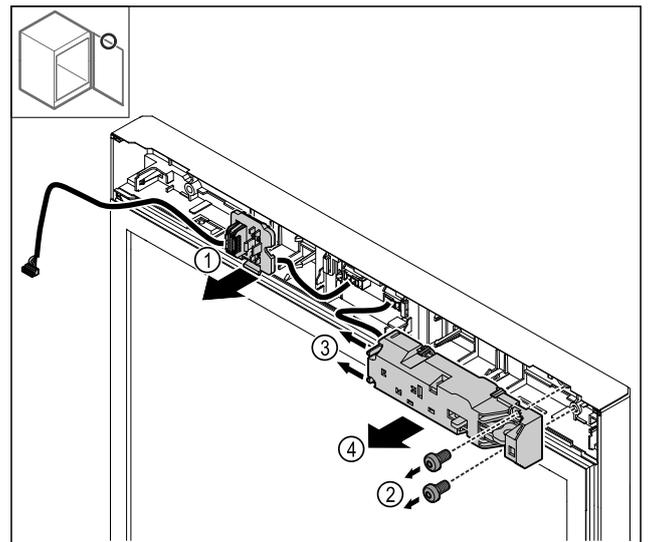

Fig. 28
- ▶ Steckerhalterung Fig. 28 (1) austrasten.
- ▶ Schrauben Fig. 28 (2) entfernen.
- ▶ Rastnasen Fig. 28 (3) zur Seite drücken und elektrisches Schloss Fig. 28 (4) abnehmen.